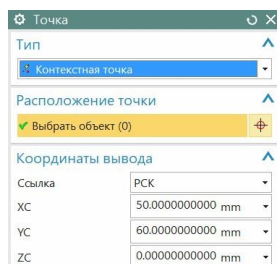

Рис.45
- А потом в окне построения точек указать, что ставить точки будем именно в PCK (рис.45).